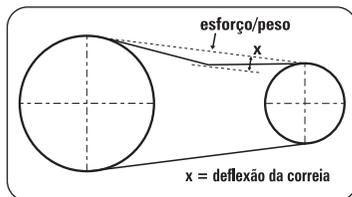
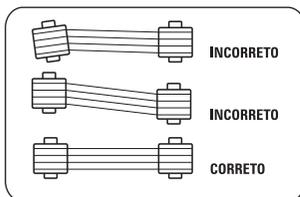

FIGURA 24
FIGURA 25
- C.** Verifique o alinhamento da polia com o volante e o tensionamento da correia para os modelos CSV 15, CSV 20, CSW40 e CSW60 (Figura 25). A tensão da correia cede de 9 a 13 mm no ponto médio sob esforço manual ou peso de 4,0 kg (Conforme figura 24), para verificar remova o protetor de correia, após a inspeção monte o protetor fixando os parafusos.